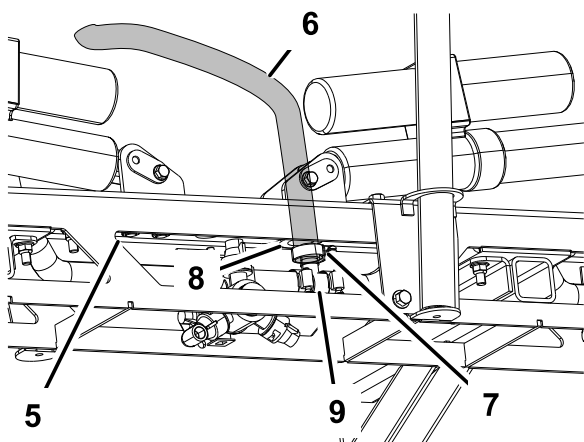

Figura 31
- Utilize sabão líquido para revestir a parte dentada da tubagem das ligações em T em ambas as rampas de extensão (Figura 31). Instale a tubagem de extensão da rampa por cima da parte dentada e prenda-a com uma braçadeira.
- Utilize sabão líquido para revestir a parte dentada da tubagem da ligação em T da rampa central Figura 31.
- Oriente a tubagem da rampa central através da abertura em olhal na rampa central. Ligue a tubagem de alimentação da rampa central na parte dentada com sabão e prenda-a com uma braçadeira de tubagem Figura 31.